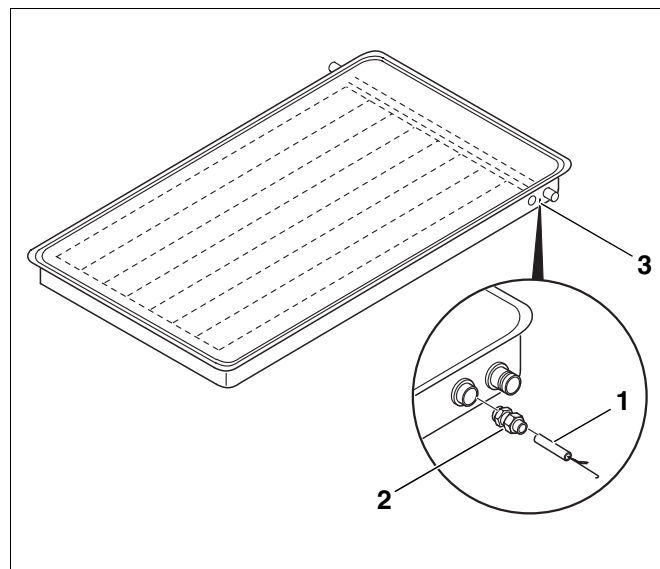
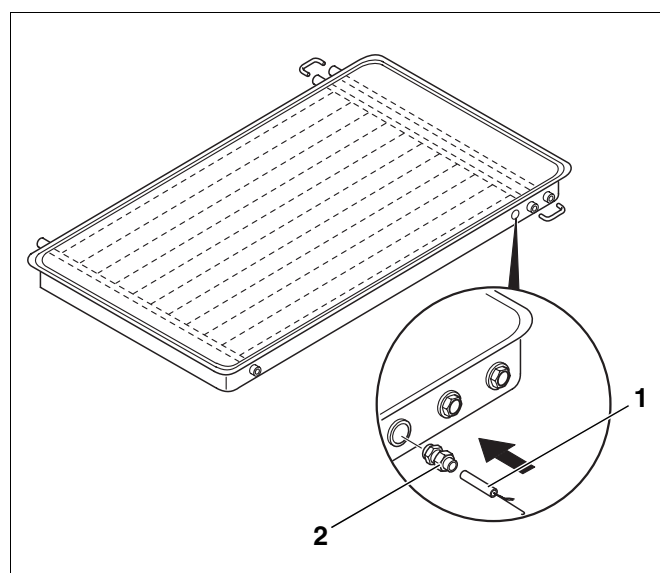

Fig. 3 Colector Logasol SKN
Fig. 4 Colector Logasol SKS
Senzorul colectorului FSK este ambalat împreună cu modulul Solar. Modul de montaj este identic pentru ambele tipuri de colectoare, Logasol FKN (fig. 3) și Logasol SKS (fig. 4).
- Senzorul colectorului (fig. 3 și fig. 4, **poz. 1**) se introduce în teaca de imersie a ultimului colector. Teaca de imersie a senzorului se găsește în partea superioară dreaptă a colectorului (fig. 3, **poz. 3**). Pentru poziționarea senzorului se va străpunge învelișul de protecție din cauciuc. Senzorul se introduce complet în teaca sa de imersie.
- Pentru reducerea forței mecanice aplicate, senzorul se asigură prin înșurubarea completă a racordului filetat (fig. 3 și fig. 4, **poz. 2**). Senzorul trebuie să fie fixat rigid, fără joc, în teaca de imersie.
- Legarea senzorului (FSK) cu aparatul de reglare Logamatic 2107 (M) se efectuează prin introducerea fișei senzorului în conectorul FSK (galben) al modulului Solar FM 244.